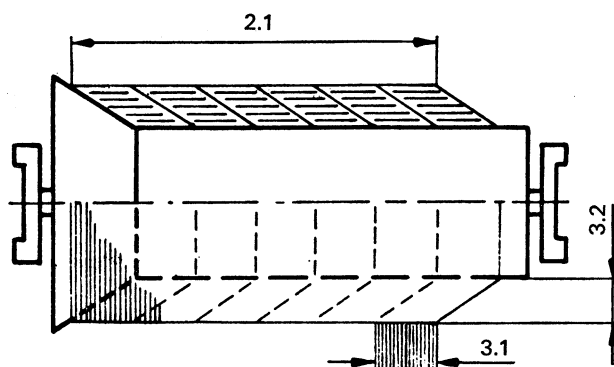

FIGURE 1 / ФИГУРА 1
- 2.1 **width of warp sheet** (see figure 1): Total width of warp, i.e. total width of all warp sections measured on the warping drum, reel or beam.
- 3.1 **width of warp section** (see figure 1): Space occupied by one warp section measured on the warping drum or reel parallel to its axis.
- 3.2 **depth of warp section** (see figure 1): Total depth of a warp section wound in its entire length on the warping drum or reel.
largeur de la nappe d'ourdissage (voir figure 1): Largeur totale de la chaîne, c'est-à-dire largeur totale de toutes les sections d'ourdissage, mesurée sur le tambour, le rouleau ou l'ensouple d'ourdissage.
largeur de la section d'ourdissage (voir figure 1): Espace occupé par une section d'ourdissage, mesuré sur le tambour ou le rouleau d'ourdissage, parallèlement à son axe.
hauteur de la section d'ourdissage (voir figure 1): Hauteur totale de la section d'ourdissage, la longueur totale de la chaîne étant enroulée sur le tambour ou le rouleau d'ourdissage.